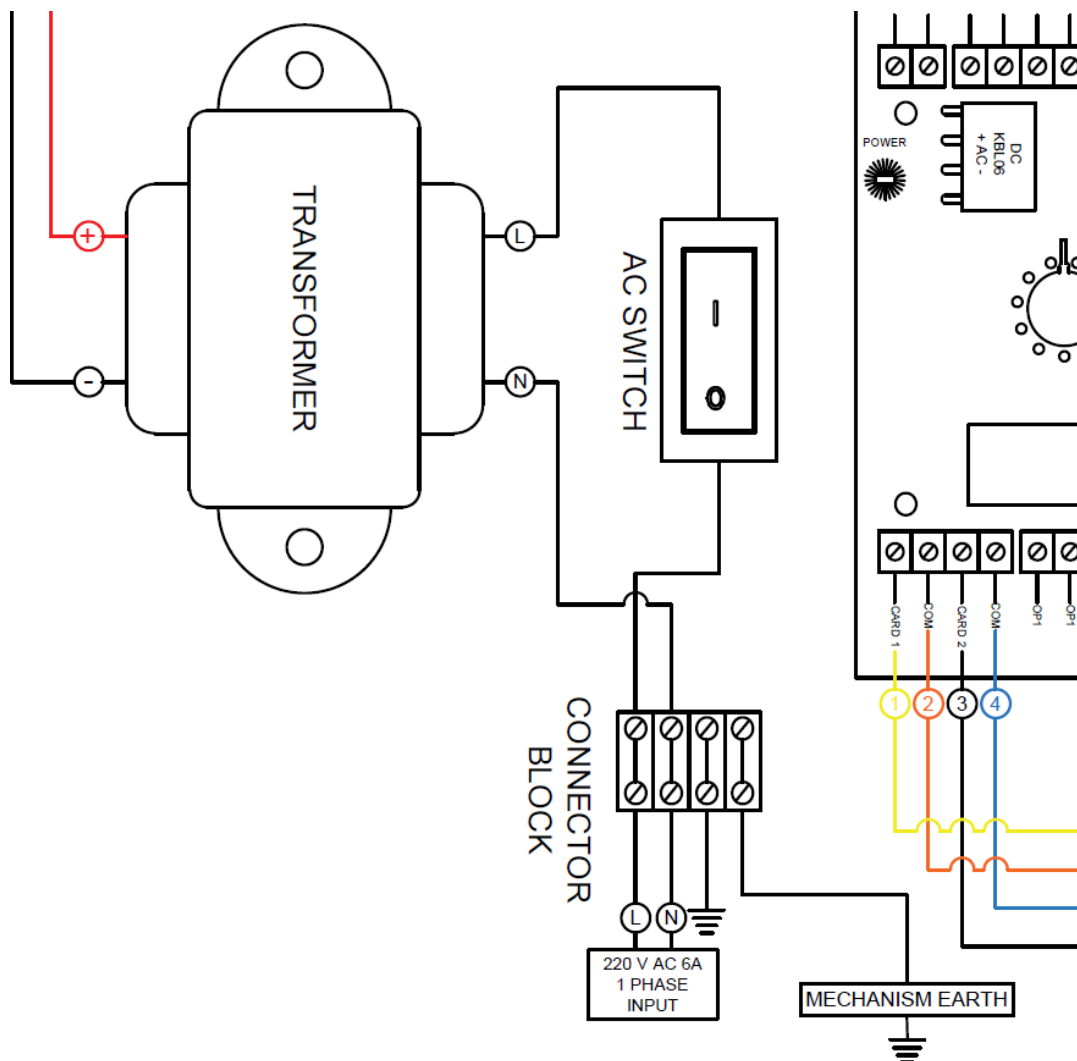

Abbildung 6: Stromanschluss
5.1. Über das Stromnetz erfolgt der Anschluss an das Panel an den Anschlussblock für stromführende, Neutraleiter und Erde. Siehe Abbildung 6: Stromanschluss.